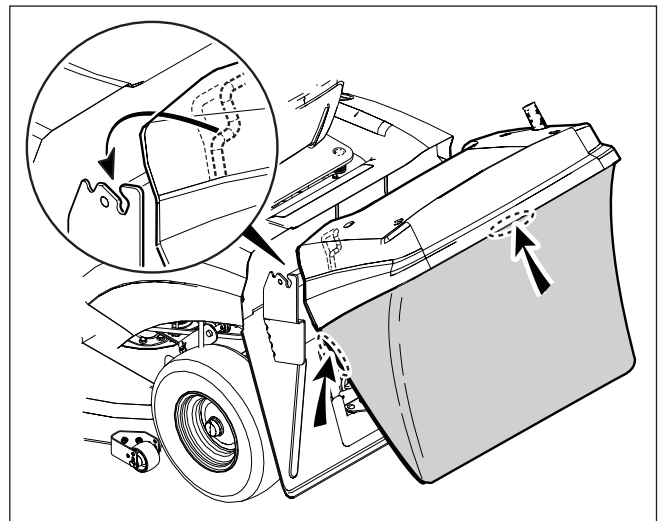

Figure 4
1. Monter l'ensemble du sac à herbe sur les supports d'ensacheuse arrière comme il l'est indiqué (voir la Figure 4).